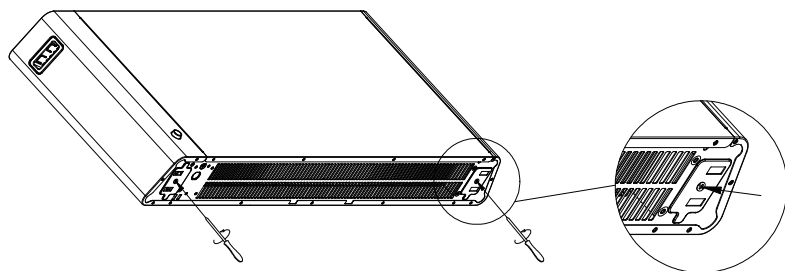

Fig.1
1. Brug en skruetrækker til at fjerne de to skruer i bunden af produktet.(Fig. 1)